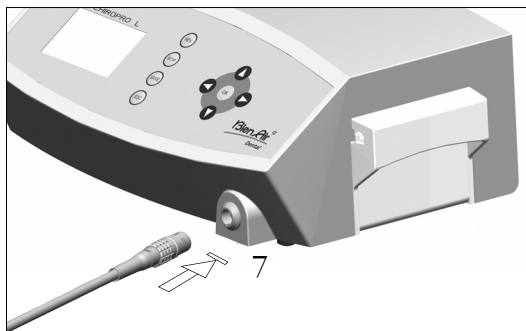

Abb. 3
E. Verbinden Sie das Kabel des Mikromotors mit dem Motorausgang und richten Sie Stecker mit Hilfe der roten Markierung zueinander aus **Abb. 3**.